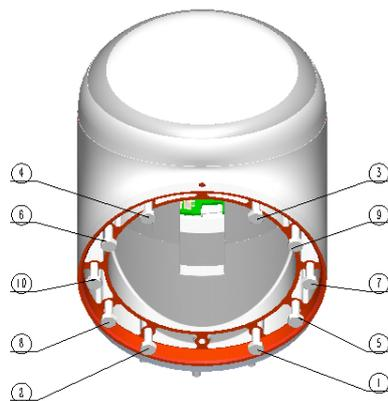

图 1-6：交叉拧紧螺钉
4. 轻轻拧紧螺钉，直到其几乎处于正确位置，然后交叉拧紧（如图 1-6 所示）。从位于定位销的螺钉开始拧紧，上紧至正确的扭矩值。详细扭矩参考第 1.4 节。